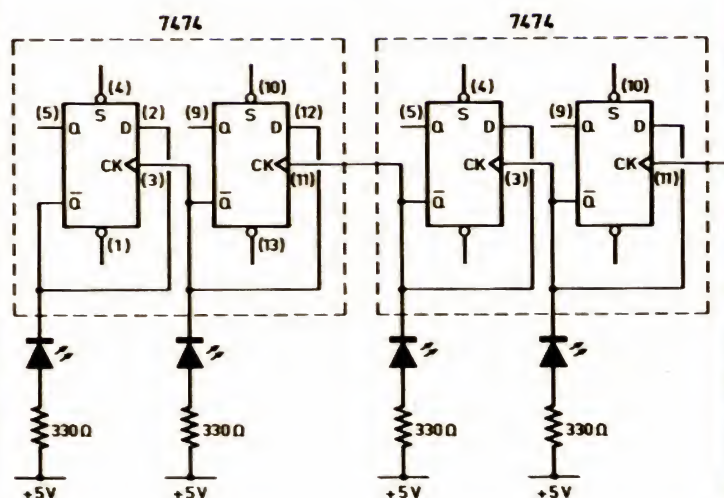

FIGURE 9. — Schéma du compteur binaire composé de deux circuits 7474 et de quatre diodes LED pour la visualisation.
Nous avons représenté sur la figure 9 le schéma pratique du compteur à base 2. On remarque la simplicité du circuit. L'entrée, située à droite, reçoit les impulsions à compter. Celles-ci proviennent du montage astable à deux opérateurs NAND. La liaison est directe entre la sortie d'une de ces portes et l'entrée CK (ou T) de la première bascule. Les bascules étant munies de commandes de remise à zéro (R) et de mise en position travail (S), il est facile, avant tout comptage, de mettre à zéro le compteur. Il suffit pour cela de brancher ensemble les sorties R (broches 1 et 13) et de les connecter temporairement au niveau zéro logique (0 V).